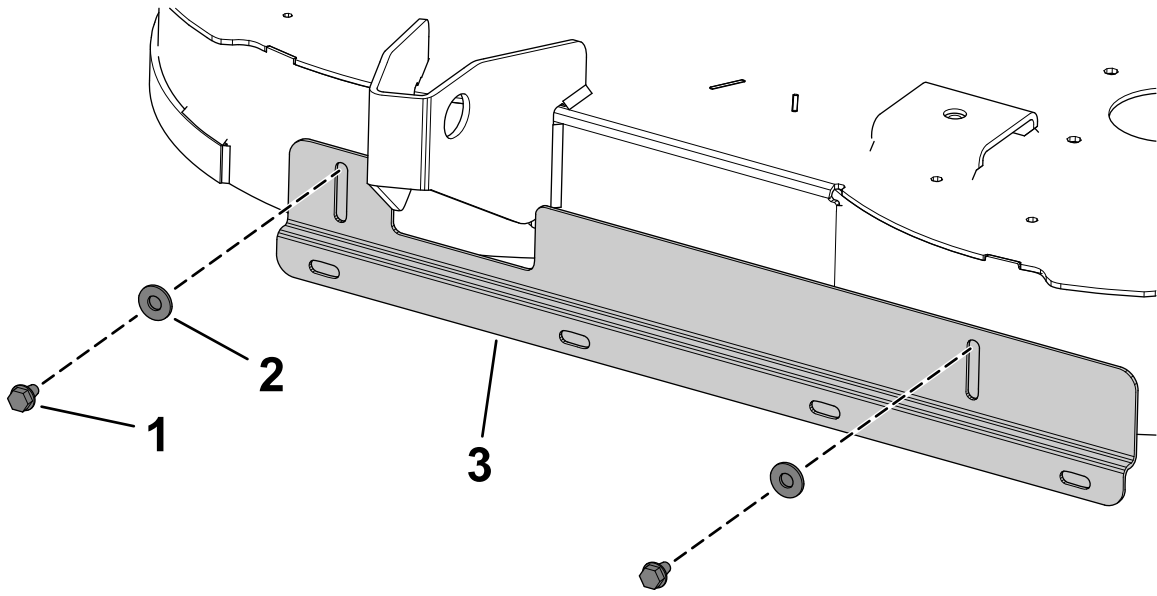

Figure 2
2. Fixez le support du traceur sur le tablier de coupe à l'aide de 2 vis à embase (5/16 x 1/2 po, autotaraudeuses) et 2 rondelles plates (5/16 po), comme montré à la Figure 2.